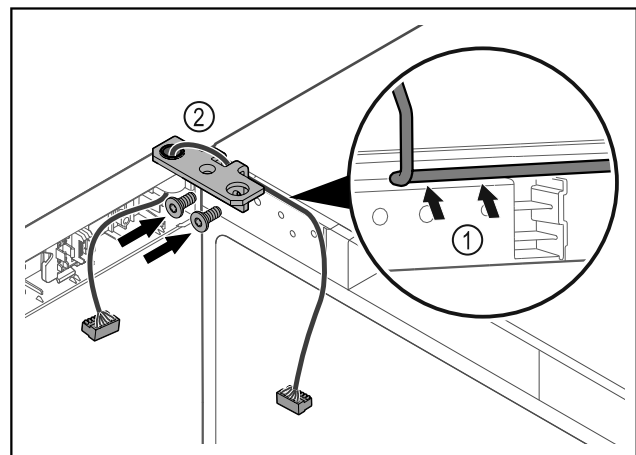

Fig. 46
- ▶ Poprowadzić kabel przez wgłębienie w zawiasie i ostrożnie go ułożyć Fig. 46 (1).
- ▶ Przykręcić zawias Fig. 46 (2).